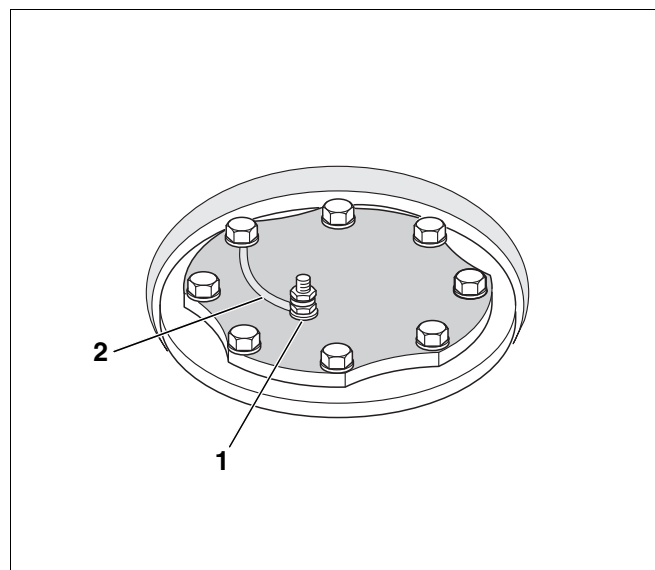

Рис. 12 Монтаж магниевого анода (схематичное изображение)
- ▶ Уложите кольцевой наконечник заземляющего провода и заверните болты (рис. 12).